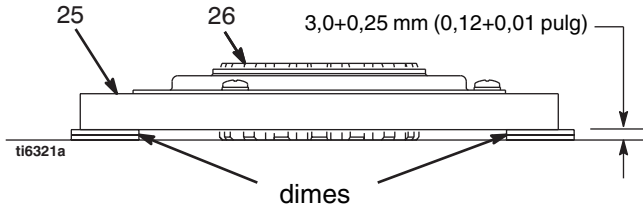

FIG. 8
1. FIG. 8. Coloque dos pilas de dos monedas de duro sobre la superficie uniforme de un banco.
2. Coloque el inducido (25) sobre las dos pilas de monedas.
3. Presione hacia abajo el centro del cubo (26) hacia la superficie del banco.